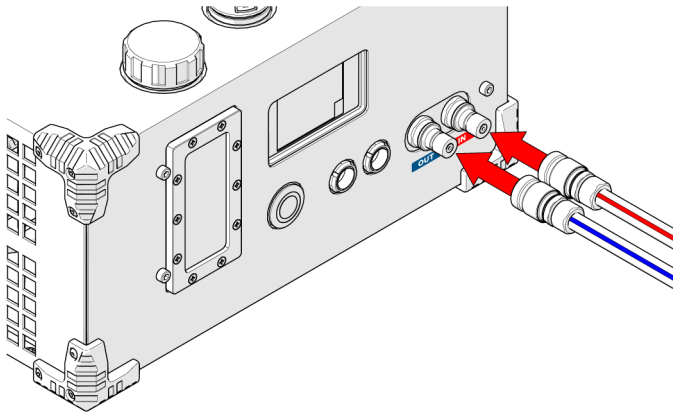

Abbildung 2-60 Anschließen der Schläuche am Kühler
- Der rote Schlauch wird mit dem IN-Anschluss verbunden (siehe Abbildung 2-60 auf Seite 88).
- Der blaue Schlauch wird mit dem OUT-Anschluss verbunden (siehe Abbildung 2-60 auf Seite 88).